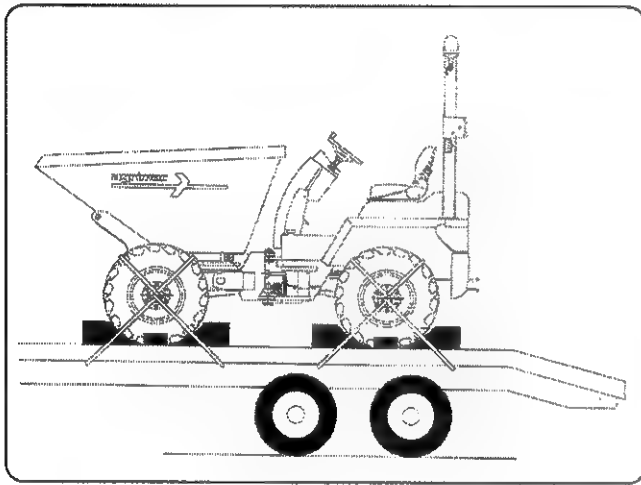

fig. 15
- Colocar calzos en las ruedas y SUJETARLO firmemente a la plataforma (Fig. 15).
- Placer des cales sur les roues et L'ATTACHER fermement sur la plate-forme (Fig. 15).